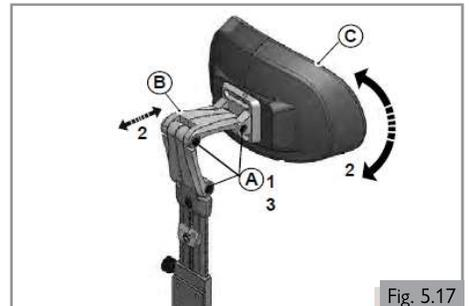

Fig. 5.17
**Posición del reposacabezas (Fig. 5.17)**
1. Afloje (A) una vuelta.
3. Apriete (A). Consulte la sección 8 para obtener información sobre la torsión de ajuste específica.